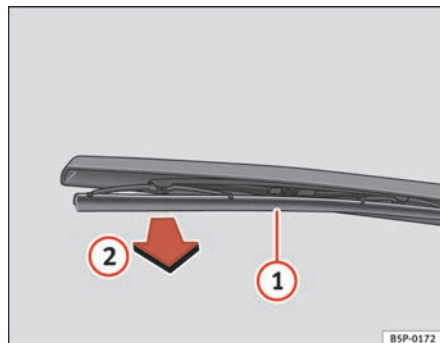

Fig. 171 Sostituzione della spazzola del tergilunotto
- Sollevare la racchetta del tergilunotto dal lunotto ⇒ **fig. 171**.
- Sbloccare la spazzola **1** e tirare **2** ⇒ **fig. 171**.